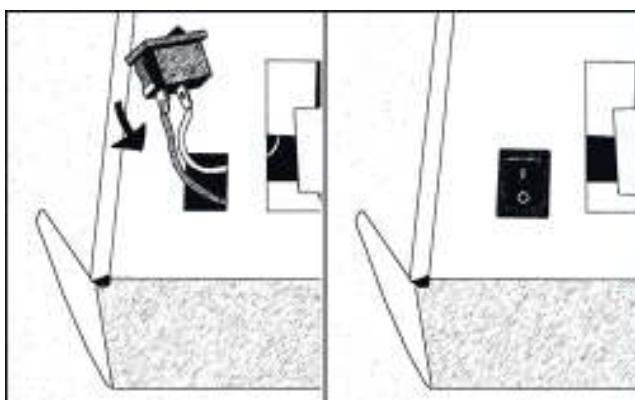

Рис.8
5. Установка выключателя. С выключателем проделываем то же самое, что и с кнопками (Рис.8).